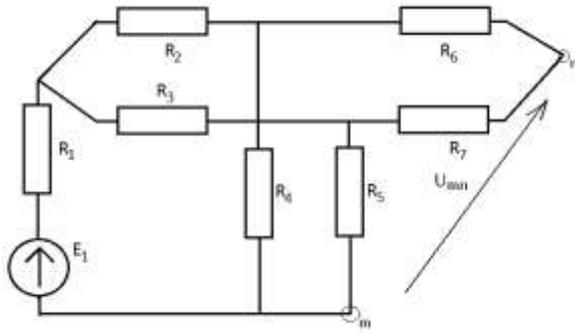

Рис. 144
1.5.1. Удаляем из схемы ветвь с искомым током (см. рис.144)